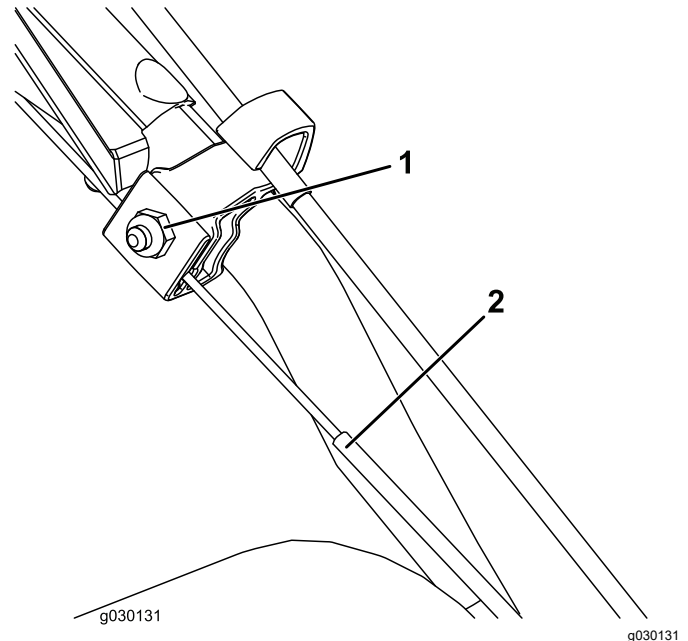

Figura 22
1. Afloje la tuerca de la abrazadera superior del cable, pero no la retire (Figura 22).
2. Tire hacia abajo del cable para eliminar casi toda la holgura del cable (Figura 22).
3. Apriete la tuerca (Figura 22).